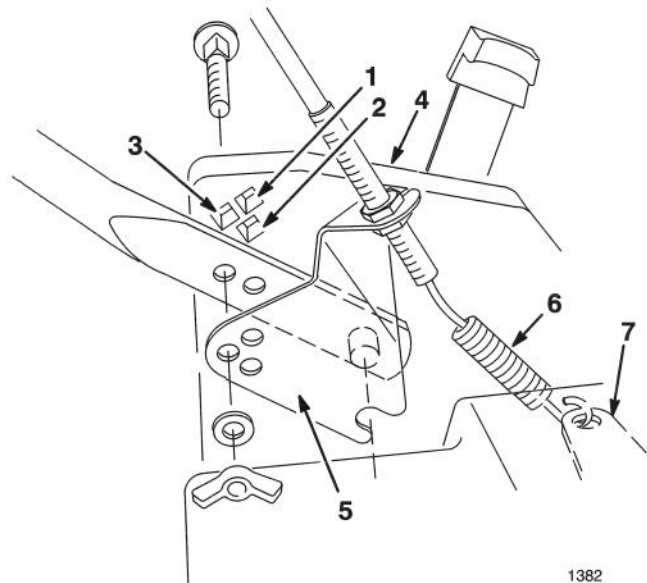

Figura 2
1. Alinear los orificios de la sección inferior del manillar con los orificios del chasis de la cortadora. Fijar el manillar al chasis de la cortadora por medio de los pernos y tuercas mostrados en la Figura 2.
1. Enganchar el muelle del cable de tracción en el soporte del actuador como muestra la Figura 2.